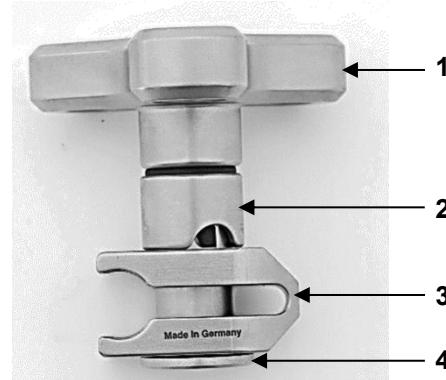

Abb. 5: Kreuzverbinder EEN-4
Abbildung 5 zeigt den Kreuzverbinder EEN-4. Dieser besteht aus einem Sterngriff (1), einer Klemmhülse (2), einem Klemmstück (3) und einer Gewindestange (4). Der Kreuzverbinder ist vor der Anwendung wie folgt zu montieren.